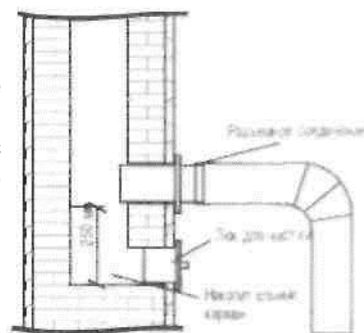

Рис. 28.2.
4.5. Крепление трубы дымохода с дымоходом показано на рис. 28.2.